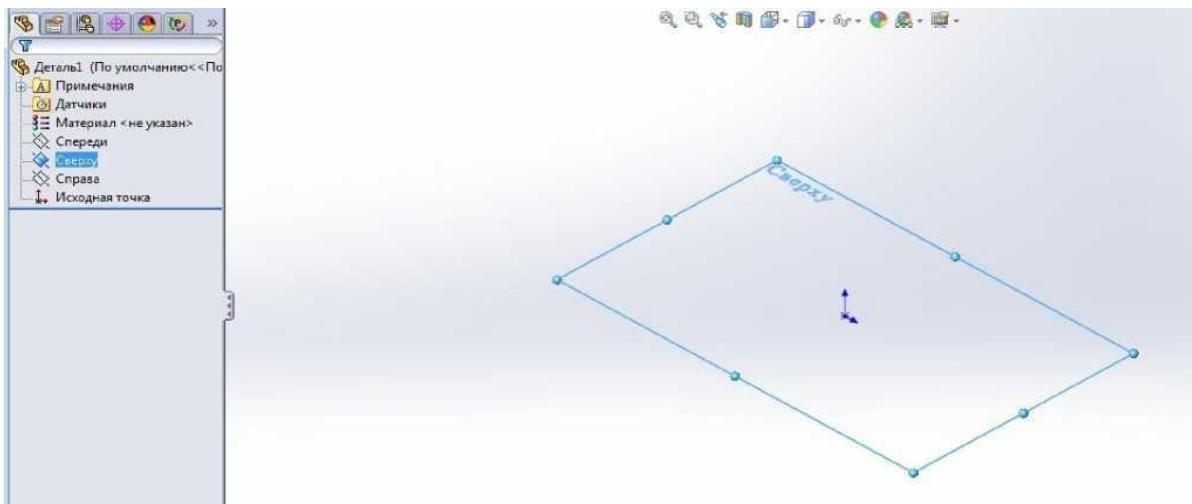

Рис. 13. Вибір площини для побудови деталі.
3.1. Вибрати в *Дереві конструкції*, шляхом наведення курсора і натискання лівої кнопки миші, площину ”Зверху” (рис. 13).
3.2. Зорієнтувати вибрану площину в напрямку “Перпендикулярно” (рис. 13), вибравши кнопку  в панелі **Орієнтація видів**